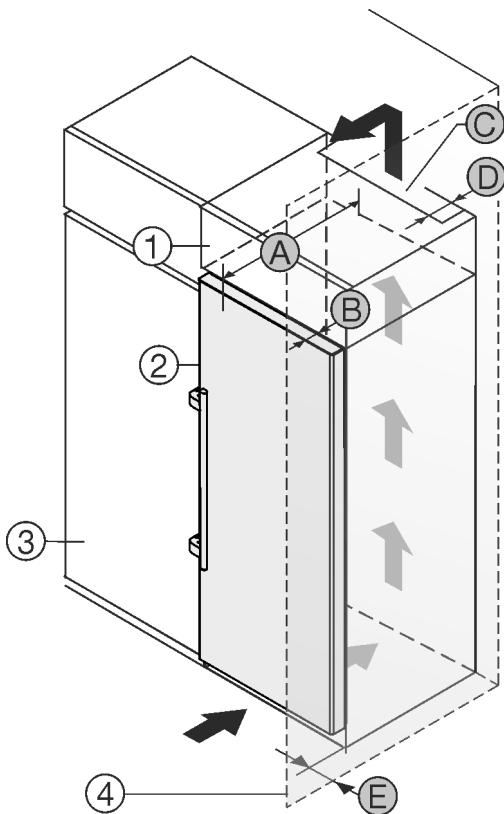

Fig. 2
- (1) Dollapi i montimit*
- (2) Pajisja*
- (3) Dollapi i kuzhinës*
- (4) Muri*
- (A) Thellësia e pajisjes*
- (B) Thellësia e derës*
- (C) Seksioni tërthor i ajrit*
- (D) Distanca nga faqja e pasme e pajisjes*
- (E) Distanca nga pjesa anësore e pajisjes*
Ju mund ta instaloni pajisjen direkt ngjitur me dollapin e kuzhinës *Fig. 2 (3)*.*
Në faqen e pasme të dollapit së montimit duhet të ketë një hapësirë ajrimi me thellësi *Fig. 2 (D)* në të gjithë gjerësinë e dollapit të montimit.*
Nën mbulesën e hapësirës duhet respektuar seksioni tërthor i qarkullimit të ajrit *Fig. 2 (C)*.*
Nëse instaloni pajisjen me mentesha pranë një muri *Fig. 2 (4)*, atëherë duhet që distanca midis pajisjes dhe murit të jetë të paktën 57 mm. Kjo përkon me zgjatimin e dorezës kur dera është e hapur.*
Në mënyrë që dera të mund të hapet plotësisht, duhet që pajisja të dalë jashtë përpara kanatit të dollapit të kuzhinës sa thellësia e derës *Fig. 2 (B)*. Në varësi nga thellësia e dollapëve të kuzhinës *Fig. 2 (3)* dhe përdorimi i ruajtësve të distancës nga muri, pajisja mund të dalë më shumë përpara dollapit.*